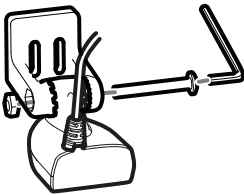

Figure 19
3. Glissez le boulon pivot dans l'assemblage pour le consolider et vissez librement l'écrou (NE le serrez PAS trop pour le moment) (Figure 19).